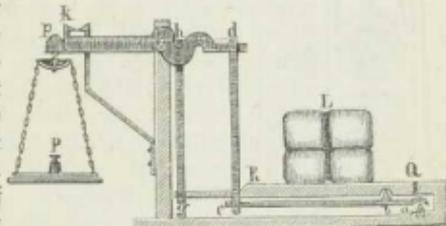

Fig. 2.
4. **Die Dezimalwaage** (Fig. 2) ist eine Verbindung von 2 einarmigen Hebeln (gQ u. Ca) und 1 ungleicharmigen (pd). An dem ungleicharmigen greift bei p die Kraft (Gewicht P), bei h (vermittels der Zugstange gh) u. d (vermittels der Zugstange ed) die Last (L) an. Die Zugstangen wirken so, als ob die ganze Last bei h angriffe. Der Gewichtarm (po) des ungleicharmigen Hebels (pd) ist 10 mal so lang als der Lastarm (oh). Wie schwer ist z. B. die Last, wenn auf der Gewichtschale (RQ) 3,75 kg liegen müssen, um das Gleichgewicht herzustellen?